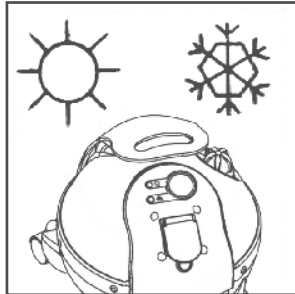

FIG. 7
- das Gerät keinen Witterungseinflüssen (Sonne, Frost, usw.) aussetzen; (Fig. 7)